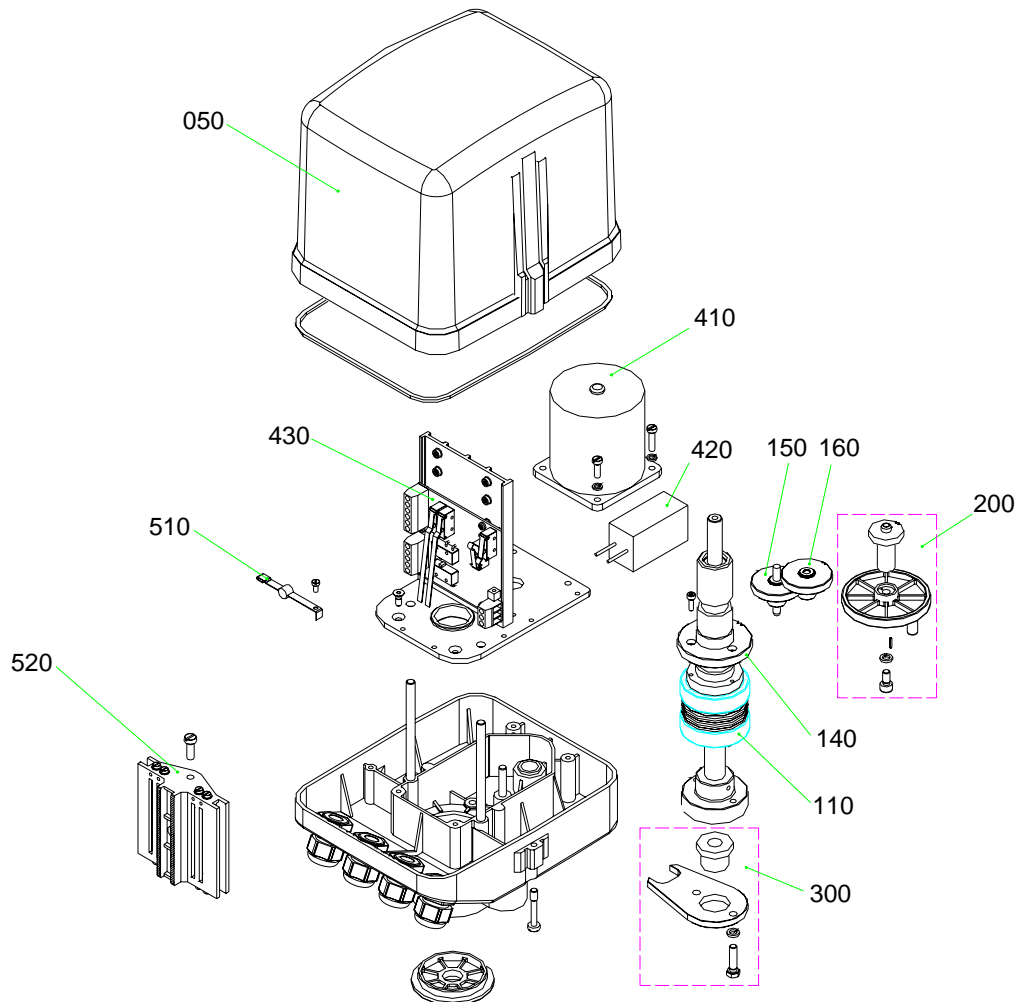

Bild 6
- Pour changer le circuit imprimé ôter les leviers de contact (Fig 6 pos 510).
- Oter la plaque comportant les cames de contacteur (Fig 6 pos 520).
- Séparer le circuit du support (fig 6 pos 430).
- Insérer les leviers de contact (fig 6 pos 510) sur le circuit et les visser.
- Accrocher le circuit de telle sorte que les cames de contacteur (510) aient de la place dans les deux directions.
- Attacher et visser le support cames ( fig 6 pos 520 )
Déconnecter le moteur des liaisons M1 à M3, le dissocier du support et insérer le nouveau moteur (Voir Fig 6).